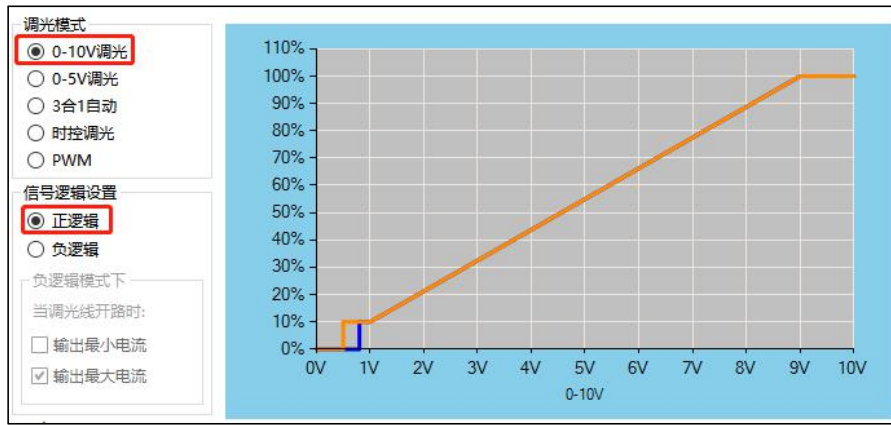

图 5.8.2 0-10V 调光正逻辑曲线图
(1) **正逻辑**：针对输入模式（0-10V 调光、0-5V 调光、三合一自动调光、PWM）任何一项与正逻辑同时选择，就是按照正逻辑的调光方式进行调光设置。例如选择 0-10V 调光正逻辑模式，如图 5.8.2 所示。